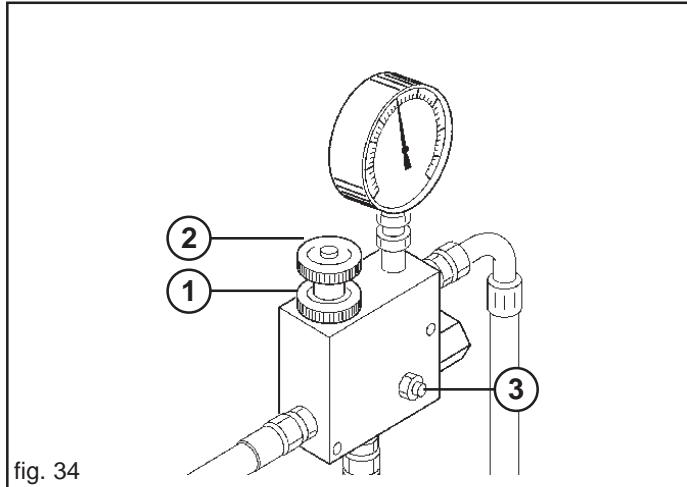

fig. 34
Se es necesario aumentar incrementar el número de revoluciones de la toma para la distribución de abono mayor, moviendo con prudencia y atención como sigue (Fig. 34):
b) desde el pomo (1, Fig. 34);
c) girar en sentido horario o antihorario el pomo (2, Fig. 34) para disminuir o aumentar la presión y variando el número de revoluciones de la toma.